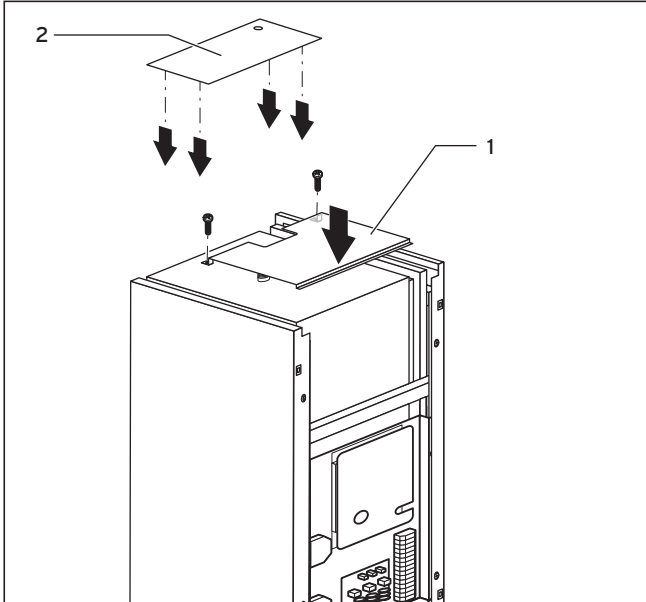
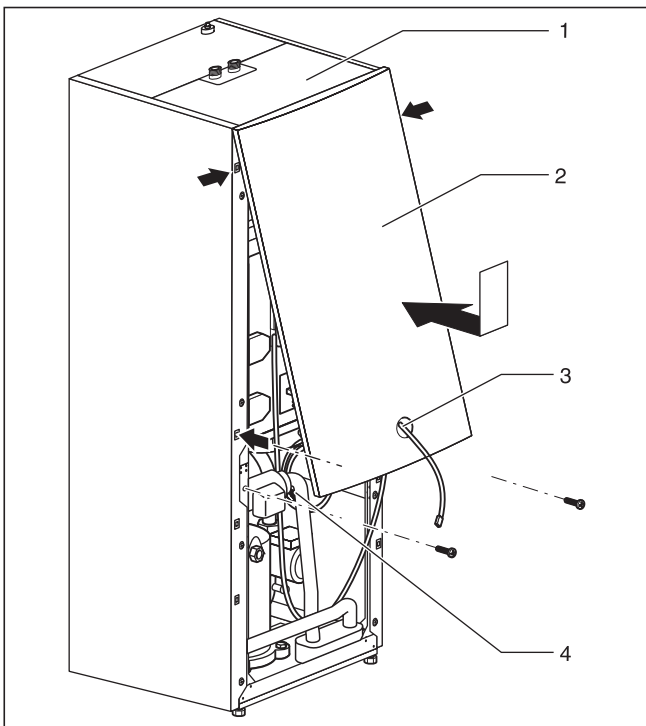

Fig. 6.20 Montage des pièces d'habillage supérieures
Fig. 6.21 Montage de l'habillage de protection avant
- Introduisez les clips de l'habillage supérieur arrière (fig. 6.20, pos. **2**) dans les ouvertures des habillages latéraux et appuyez jusqu'à ce que vous entendiez un bruit d'enclenchement.
- Faites passer le câble du connecteur de raccordement de la console de commande à travers l'orifice de la protection supérieure avant (fig. 6.21, pos. **3**). Si vous avez opté pour un vrnetDIALOG, faites également passer son connecteur de raccordement (pos. **4**) alimentation en tension : 230 V) par le même orifice (**2**).
- Accrochez la protection supérieure avant à la protection supérieure (fig. 6.21, pos. **1**) et emboîtez-la dans les clips du châssis. Fixez l'habillage à l'aide de deux vis, comme l'indique la Fig. 6.20.